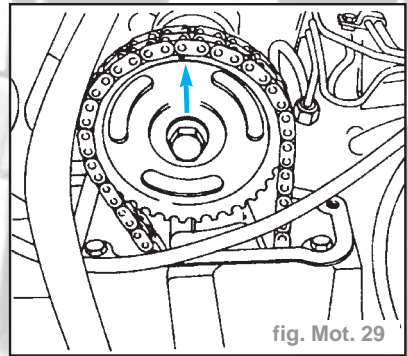

fig. Mot. 29
- Tourner le vilebrequin d'un tour complet jusqu'à ce que les soupapes du cylindre 4 se chevauchent. Le repère du pignon d'arbre à cames doit être déplacé de 180° par rapport à la position préalable (fig. Mot. 29).